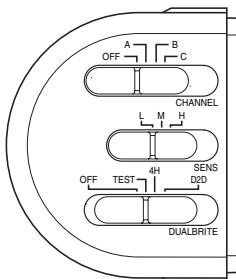

Figura 7
- Deslice el interruptor CHANNEL a OFF, el interruptor de sensibilidad (SENS) a la posición "L", y el interruptor DUAL-BRITE a la posición TEST (vea la Figura 7). *Nota:* La fase de prueba (TEST) anula la fotocélula (función de apagado de la luz del día) y permite que la lámpara sea probada durante el día o la noche.